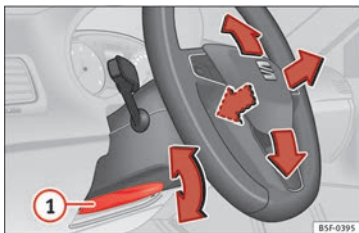

Fig. 20 Alavanca na parte inferior do lado esquerdo da coluna de direção
- Ajustar a posição do volante: pressione a alavanca » Fig. 20 ① para abaixo, mova o volante até a posição desejada e volte a subir a alavanca até ao ponto de fecho.